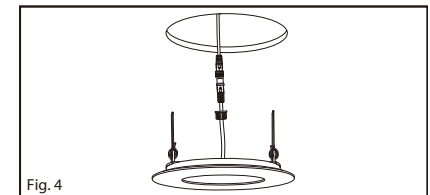

Fig. 4
6. Pull the spring clips on the fixture up and through the cut-out. Spring clips should close above the ceiling and secure recessed LED module in place. (Fig. 4)
6. Tirez les pinces à ressort de l'appareil vers le haut et à travers la découpe. Les clips à ressort doivent se fermer au-dessus du plafond et sécuriser le module LED encastré en place. (Fig. 4)